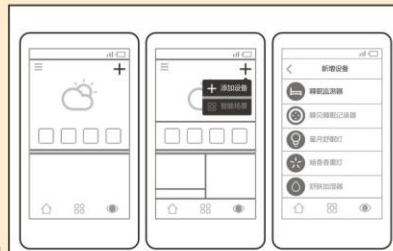

图5
(11)手机绑定睡眠监测器：方法一：进入主界面，点击右上角“+”，选择“添加设备”；进入“新增设备”后，找到睡眠监测器，根据界面提示完成绑定。（图5）